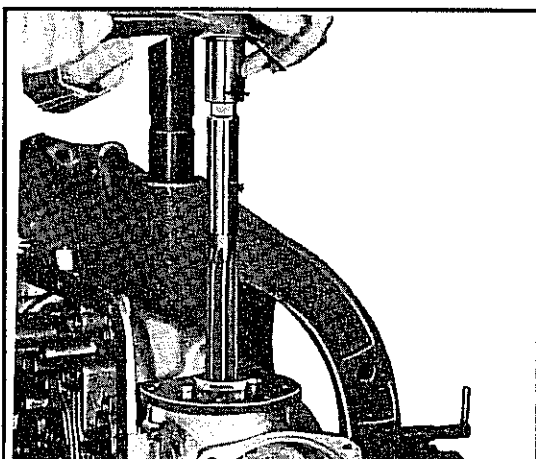

Abb. 10-165 Einsetzen der Reibahle
- Die Reibahle (J-122976-6) in die Bohrung einsetzen und von Hand in der Bohrung drehen. Hierzu eine Ratsche verwenden. Die Reibahle hierbei mit Öl schmieren. Wie in Abb. 10-165 mit der Ratsche die Reibahle bei minimalem Kraftaufwand drehen.